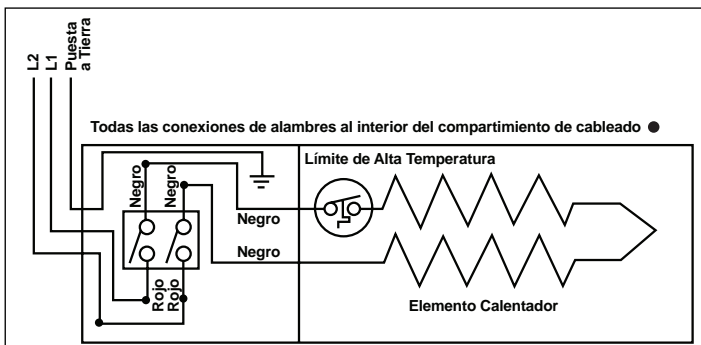

Figura 2
**240 Voltios:** Si el zócalo SoftHEAT es de 240 o de 208 voltios, conecte los dos alambres rojos provenientes del termostato a los dos alambres del suministro eléctrico (consulte la figura 2). Conecte los dos alambres negros del termostato a los otros dos alambres negros que proviene del calentador.